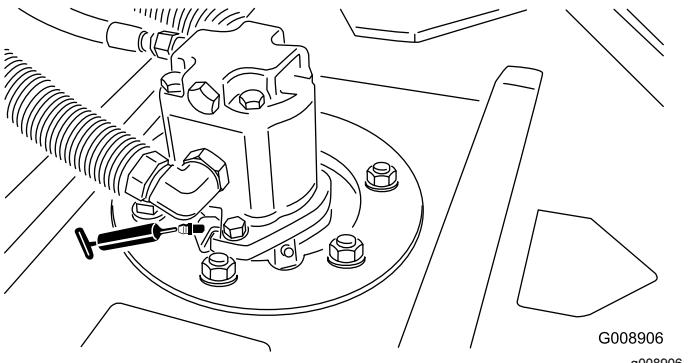

Figure 35
- Roulements d'axes de pivots de plateau de coupe (2 par plateau de coupe)—Figure 35